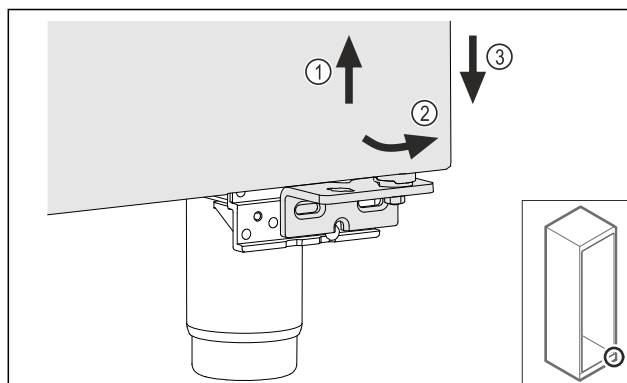

Fig. 20
- Tõstke ust veidi üles Fig. 20 (1), kallutage all ettepoole Fig. 20 (2) ja langetage Fig. 20 (3).